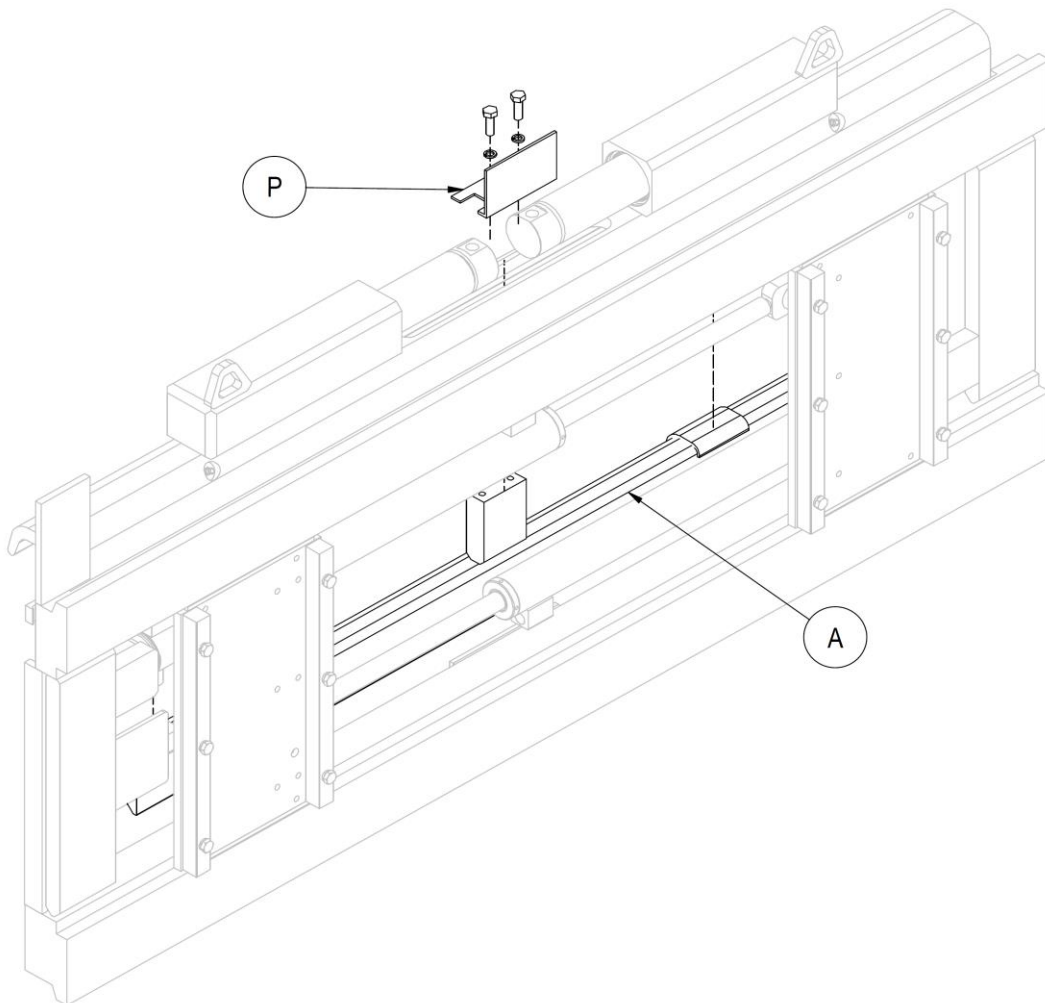

Figura 20
3. Retire el gancho doble (A) después de quitar el “plato de protección” (P) con los tornillos correspondientes.
7. Referirse a la *Figura 20*.